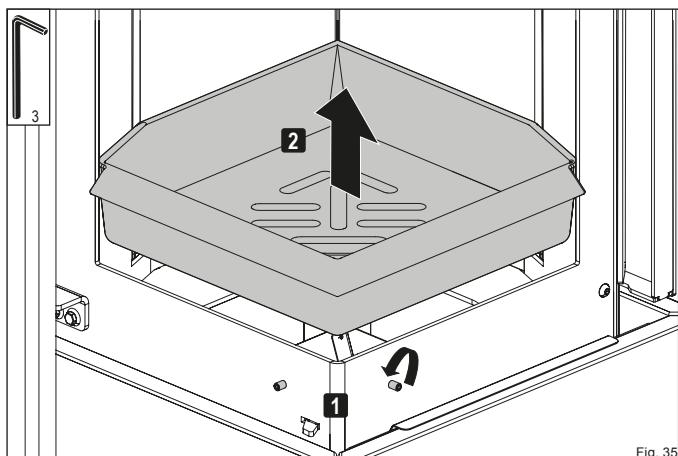

Fig. 35
- ▶ Desserrez les vis de réglage **1** et soulevez la grille foyère (**2** Fig. 35).